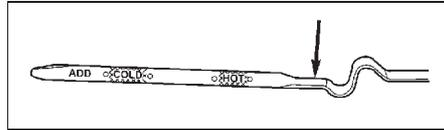

Рис. 15. Щуп для измерения уровня жидкости в АКПП.
холостой ход и дайте ему поработать примерно одну минуту. Проверка уровня жидкости должна проводиться на ровной горизонтальной площадке. При нормальной рабочей температуре (80°С) уровень жидкости должен быть в зоне HOT (рис. 15). В холодном состоянии (температура около 25°С) уровень жидкости должен быть в зоне COLD.
(5) Залейте в АКПП 3,5 литра ATF+4 через трубку щупа уровня жидкости.
(6) Запустите двигатель на холостой ход. Через одну минуту нажмите на педаль тормоза и на мгновение переводите рычаг селектора во все положения. Закончите перемещение селектора в положении "P" или "N".
(7) Проверьте и отрегулируйте уровень жидкости так, чтобы уровень был на 3 мм ниже нижней метки зоны COLD (рис. 15).
(8) Перепроверка уровень жидкости после прогрева жидкости до нормальной рабочей температуры (80°С).